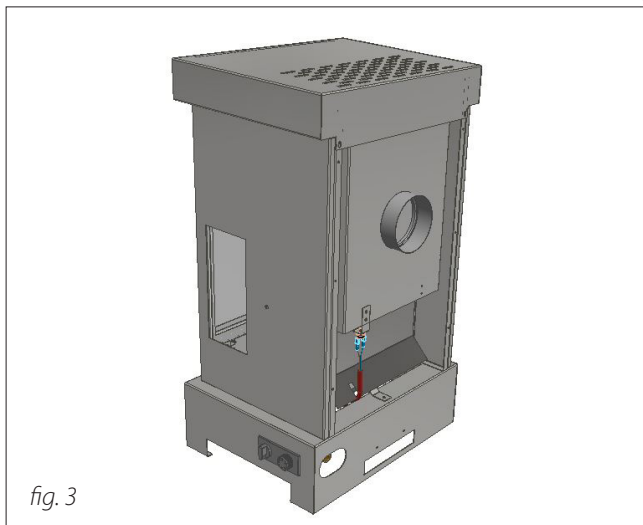

fig. 3
- Plaats een buis van rond 100 mm in het aansluitstuk en zorg dat de verbinding rookgasdicht is (zie fig. 3).